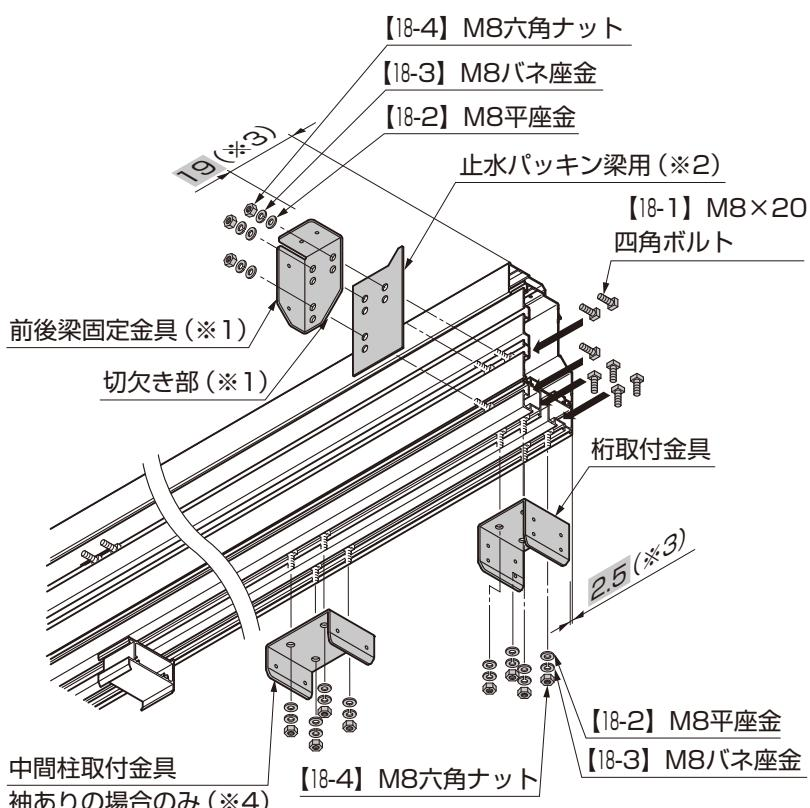

図6-6
- ③ 桁側面の溝に【18-1】をスライドしながら入れ、止水パッキン用を貼り、【18-2】、【18-3】、【18-4】で前後梁固定金具を固定してください。(図6-6参照)
- ④ 桁底面の溝に【18-1】をスライドしながら入れ、【18-2】、【18-3】、【18-4】で桁取付金具を固定してください。